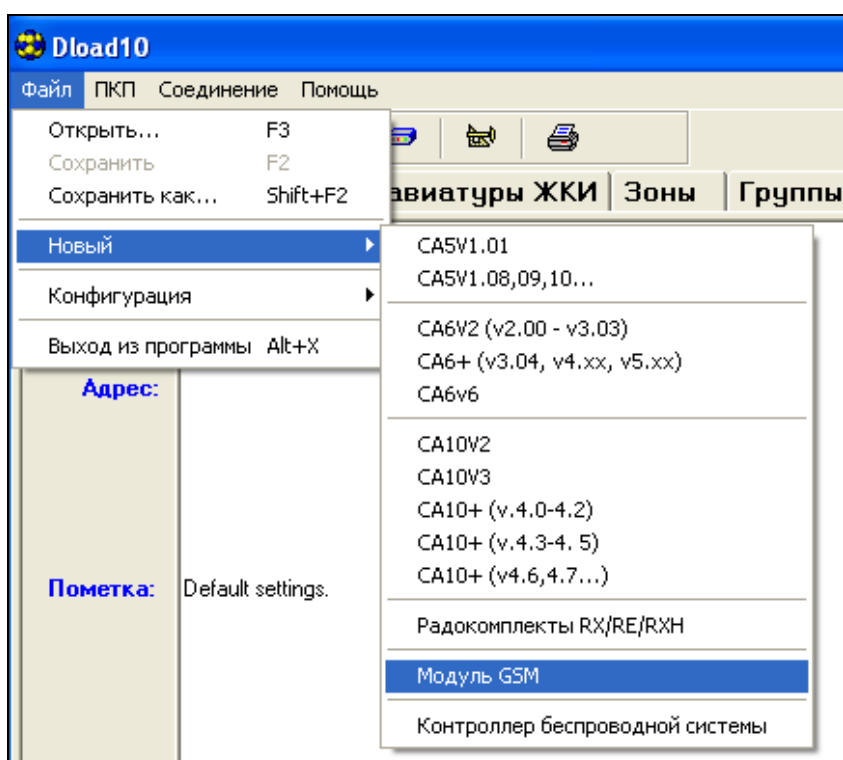

Рис. 11. Выбор модуля GSM после запуска программы DLOAD10.
2. В программе DLOAD10, в меню «Файл» сначала выбрать «Новый», затем «Модуль GSM» (см.: рис. 11).